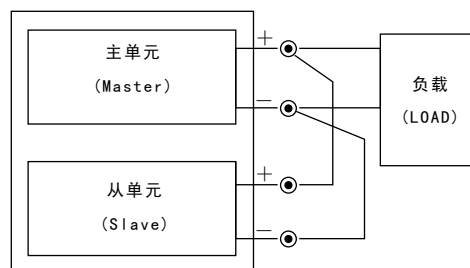

图4-2 并联方式接线图
两路输出可连接成串联形式,以输出较高的电压和额定的电流,连接方式见图4-2。
- (1)将电源开关置于“OFF”位置。
- (2)将跟踪/独立转换开关置于“TRACKING”位置。
- (3)图4-2将负载接到接线柱上。
- (4)将电源开关置于“ON”位置。
- (5)由VOLTAGE/CURRENT旋钮调节电流电压,输出电压可在电压表上,电流为两路电流之和。